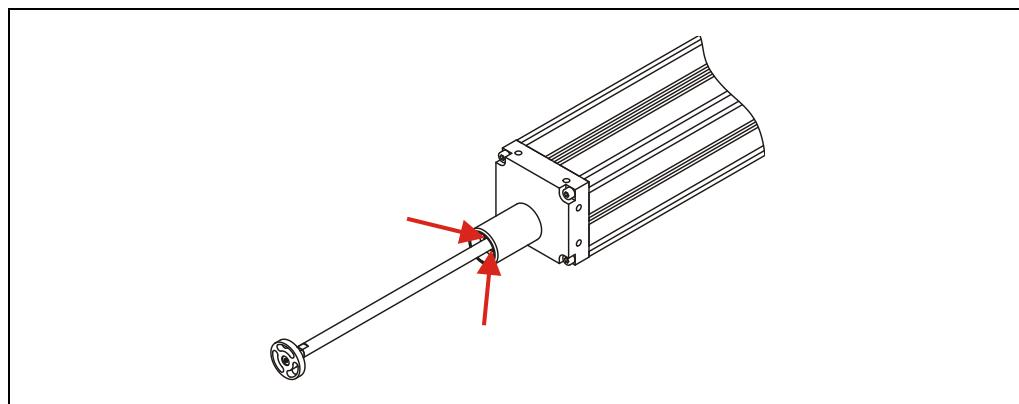

Abbildung 3: Schubstangen-Dichtungsring
- Mess-System vor eindringenden Flüssigkeiten schützen, Spritzwasser darf nicht direkt auf den Schubstangen-Dichtungsring gerichtet sein, siehe Abbildung 3.
- Beim Ein- bzw. Herausschrauben des Montageadapters **(A)** darf das Anzugsmoment nicht auf die Schubstange **(B)** übertragen werden. Bei Montagearbeiten muss die Schubstange deshalb mit einem zweiten Gabelschlüssel festgehalten werden, siehe Bild 2. Außerdem ist die max. vertikale Auslenkung des Montageadapters zu beachten, siehe Bild 3.